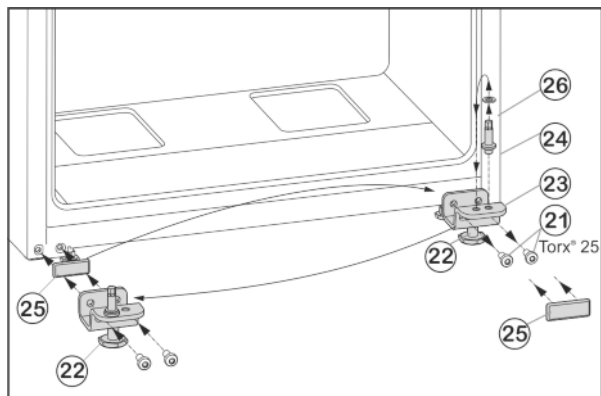

Fig. 9
- ▶ Odkręcić śruby mocujące Fig. 9 (21).
- ▶ Usunąć dolną płytkę zawiasu Fig. 9 (23), wraz z trzpieniem zawiasu Fig. 9 (24), podkładką Fig. 9 (26) i nóżką Fig. 9 (22).
- ▶ Odkręcić cały trzpień zawiasu Fig. 9 (24) z podkładką Fig. 9 (26), przełożyć do przeciwległego otworu mocującego płytki zawiasu i tam dokręcić.
- ▶ Ostrożnie zdjąć płytkę osłaniającą Fig. 9 (25) i przełożyć na przeciwną stronę.
- ▶ Całą dolną płytkę zawiasu Fig. 9 (23) wraz z trzpieniem zawiasu Fig. 9 (24), podkładką Fig. 9 (26) i nóżką Fig. 9 (22) ponownie przykręcić po nowej stronie zawiasu, ew. przy użyciu wkrętarki akumulatorowej (z siłą 4 Nm).
- ▶ Założyć drzwi od góry na trzpień zawiasu Fig. 9 (24).
- ▶ Wykręcić nóżkę Fig. 9 (22) przy dolnej płytce zawiasu Fig. 9 (23), aż będzie przylegać do podłoża.